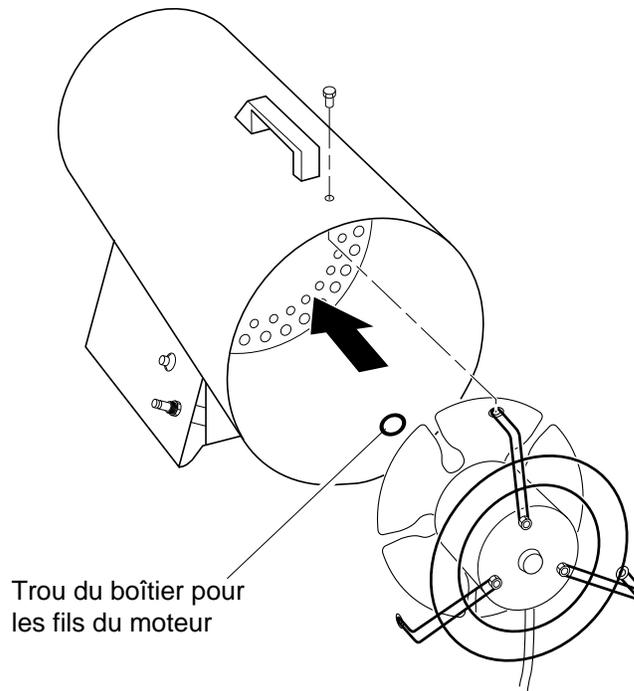

Figure 10 - Réinsertion du moteur et de la grille de protection du ventilateur dans l'appareil
12. Placer le moteur et la grille de protection du ventilateur dans l'arrière du boîtier de l'appareil. Glisser avec précaution les fils du moteur à travers le trou du boîtier (se reporter à la figure 10, page 14).